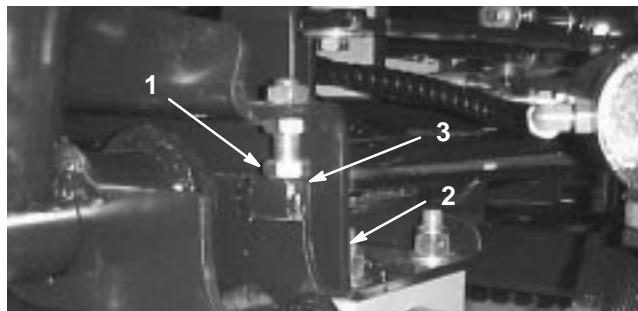

**Figure 10**
- Mettez le moteur en marche, relevez les plateaux de coupe et vérifiez si l'écartement entre chaque bras de relevage et la patte de la plaque de plancher est compris entre 5 et 8 mm (Fig. 10). Si ce n'est pas le cas, reculez les boulons d'arrêt (Fig. 11) et réglez le vérin de manière à obtenir l'écartement voulu. Pour régler le vérin, reculez l'écrou de blocage sur le vérin (Fig. 12), retirez l'axe à l'extrémité de la tige et tournez la chape. Remettez l'axe et vérifiez l'écartement. Répétez la procédure au besoin. Resserrez l'écrou de blocage de chape.